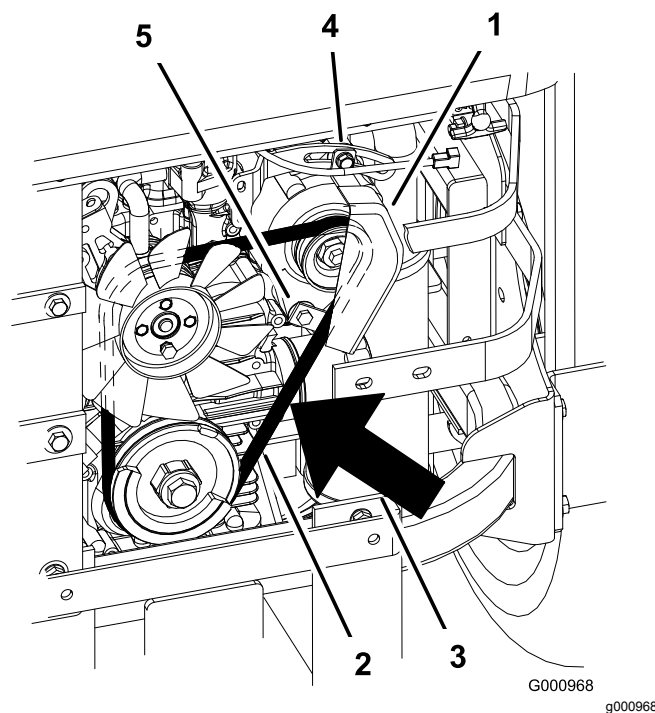

Figure 91
2. Réglez l'alternateur vers l'extérieur jusqu'à ce que la courroie présente une flèche de 7 à 9 mm quand une force de 10 kg est exercée entre les poulies du moteur et de l'alternateur (Figure 91).
5. Si la flèche est correcte, serrez les boulons inférieur et supérieur (Figure 91).